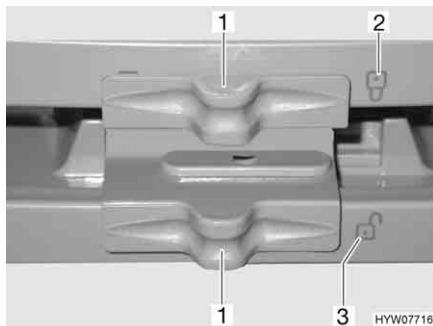

Fig. 149 Bloccaggio della porta del frigorifero/del vano congelatore (serie Dometic 7 con vano congelatore separato)
- Spingere il bloccaggio (Fig. 149,1) di lato in modo che la serratura aperta "U" (Fig. 149,3) sia visibile.
- Spingere il bloccaggio (Fig. 149,1) di lato in modo che la serratura aperta "U" (Fig. 149,2) sia visibile.